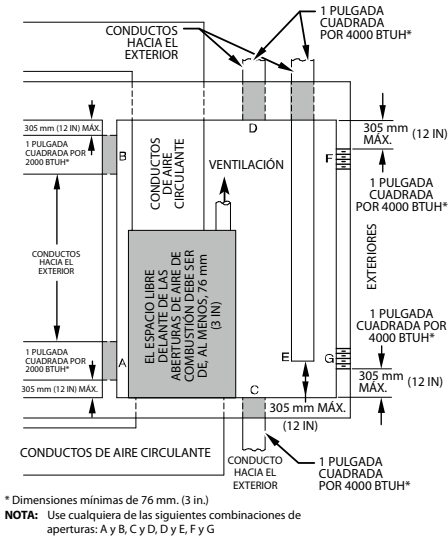

Fig. 6 – Aire para combustión, ventilación y dilución del exterior
2. La Fig. 6 ilustra la forma de crear DOS ABERTURAS AL EXTERIOR, una de admisión y otra de escape del aire de combustión y ventilación hacia el exterior.
- b. Siga las indicaciones de la Fig. 6 y la Tabla 3 para el tamaño de las aberturas y los conductos.
- c. DOS CONDUCTOS HORIZONTALES requieren 645 mm cuadrados (1 in cuadrada) de área libre por cada 1100 mm2/kW (2000 BTUh) de entrada combinada para todos los dispositivos de gas situados en dicho espacio, según Fig. 6 y Tabla 3.
- d. DOS CONDUCTOS O APERTURAS VERTICALES requieren 645 mm cuadrados (1 in cuadrada) de área libre por cada 550 mm2/kW (4000 BTUh) de entrada combinada para todos los dispositivos de gas situados en dicho espacio, según Fig. 6 y Tabla 3.
- a. 645 mm2 (1 in2) de área libre por cada 734 mm2/kW (3000 BTUh) de entrada combinada para todos los electrodomésticos de gas situados en dicho espacio, según la Fig. 6 y la Tabla 3.